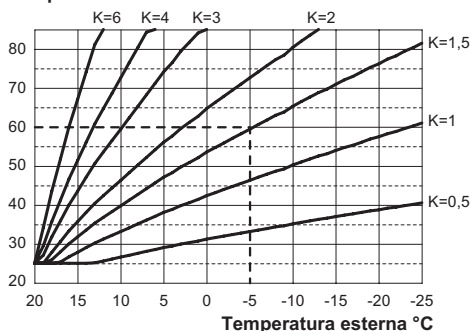
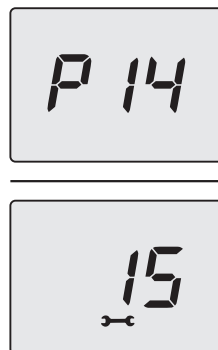

Figura 5.43
Figura 5.49
Se alla caldaia **È COLLEGATO** il comando remoto (opzionale) riferirsi alla Figura 5.43.
Quando si installa la sonda esterna bisogna impostare questo parametro in base al rendimento dell'impianto di riscaldamento per ottimizzare la temperatura di mandata (Figura 5.43).
Es. Per avere una temperatura di mandata all'impianto di riscaldamento di 60°C con una esterna di -5°C si deve settare un K di 1,5 (linea tratteggiata in Figura 5.43).
- Utilizzando i tasti 13 o 15 è possibile modificare il valore del parametro 14 da un minimo di **00** ad un massimo di **60** in base alla curva scelta del coefficiente K in Figura 5.43 (il valore letto sul display, in Figura 5.49, corrisponde a **K = 1,5**).